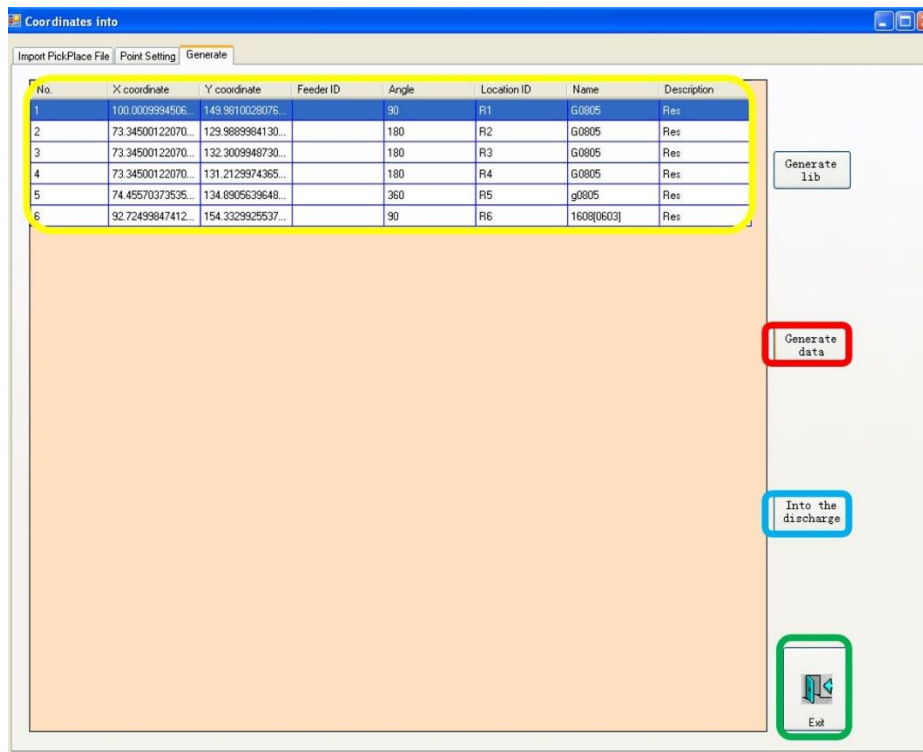

Figura 45. Ventana de generar descarga.
23. Aparece una nueva pantalla que se visualiza en la figura 45.
24. Pulse el botón **Generate Data** (Generar datos) del recuadro color rojo en la figura 45.
25. Aparecerán los componentes como se ven en el recuadro amarillo de la figura 45. A continuación pulse el botón **Into the Discharge** (ingrese la descarga) ver recuadro color azul claro.